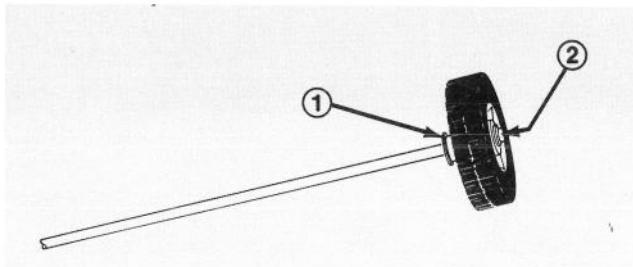

Abb. 1
1. Eine Schlagmutter auf einer Achsseite (Abb. 1) befestigen, indem man die Mutter auf eine ebene Fläche legt, ein Ende der Achsenwelle hineinschiebt und das andere Ende mit einem Hammer leicht hineinklopft.
2. Ein Rad auf die Achse gegen die Schlagmutter schieben (Abb. 1). Dabei muss die Radnabenseite mit den sechs Speichen zur Achsmitte weisen.
3. Die Unterlegscheibe auf die Achse und gegen die Radnabe schieben (Abb. 1).